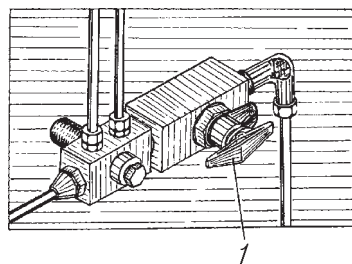

Рис. 17. Клапан отбора воздуха:
**Клапан отбора воздуха** установлен под капотом на панели кабины. Для отбора воздуха отвернуть колпачок 1 (рис. 17) клапана, накрутить на корпус клапана накидную гайку шланга, имеющегося в комплекте инструмента.